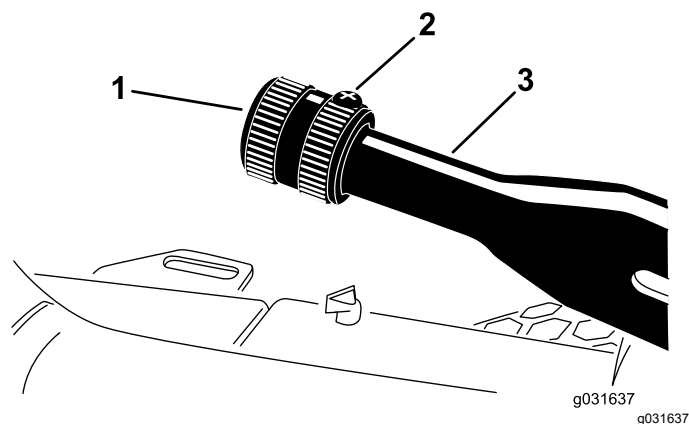

Figura 54
1. Allentate la vite a pressione che fissa la manopola alla leva del freno di stazionamento (Figura 54).